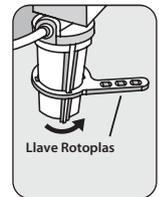

Fig. 30
- h) Enrosca nuevamente el vaso en la tapa y aprieta utilizando la llave. (Ver Fig. 30).